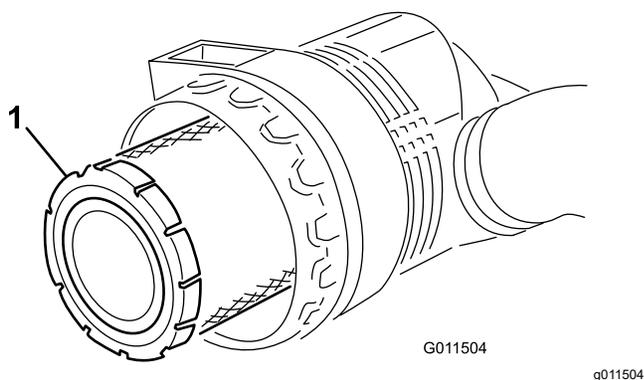

Рисунок 76
5. Снимите и замените фильтр грубой очистки (Рисунок 76).